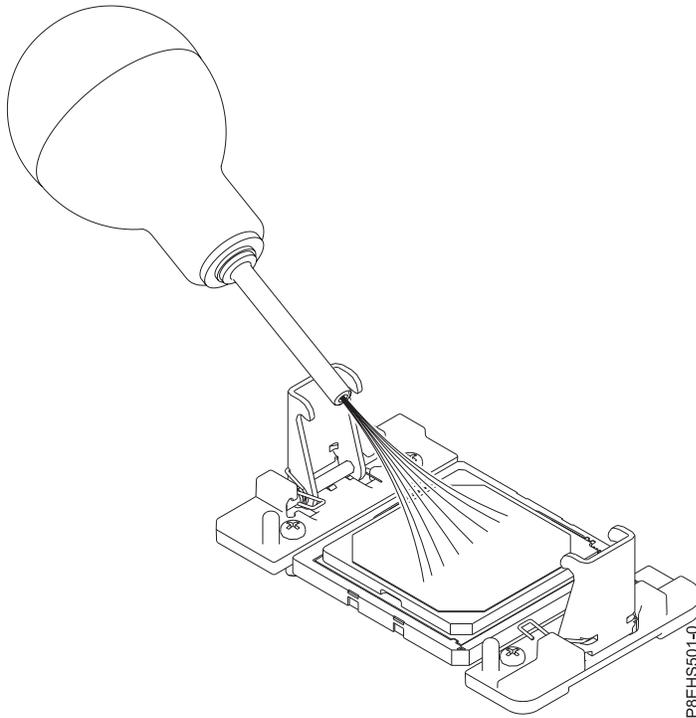

Figura 91. Cómo quitar el polvo y los restos de suciedad del área del módulo del procesador del sistema
- a. Si hay polvo o restos de suciedad, utilice la bomba de aire suministrada (número de pieza 45D2645) para limpiar el área del módulo del procesador del sistema. Sopla pequeñas ráfagas de aire desde el centro a los lados del módulo del procesador del sistema, como se muestra en la Figura 91 en la página 91. Si la bomba de aire no está ensamblada como se muestra en la Figura 91 en la página 91, apriete la punta a la bola.